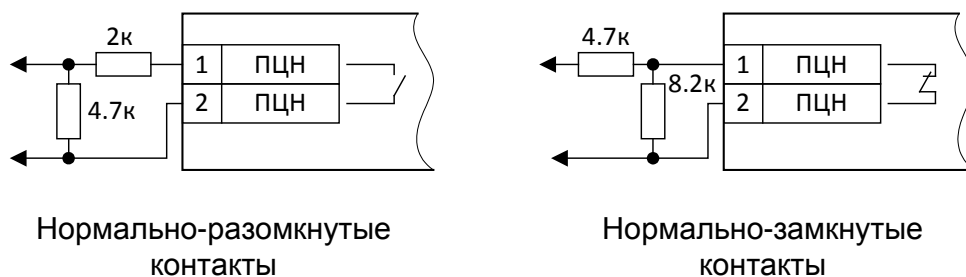

Рисунок 6. Схемы включения релейных выходов ППКП/ППКОП в ШС
- а) К клеммам «+ШС1-»...«+ШС4-» подключить шлейфы сигнализации с включёнными в них релейными выходами ППКП/ППКОП (рис. 6). Если ШС не используется, то